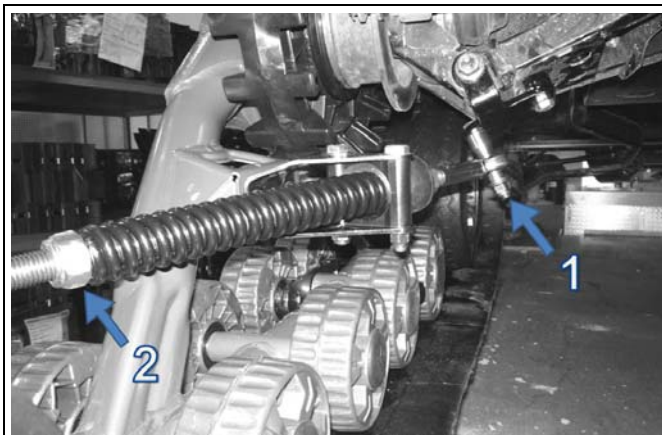

Abbildung 10
- Stabilisierungsstange (1) am Verdrehsicherungsbügel, der am Dreieckslenker der Radaufhängung montiert ist, anbringen. (Siehe Abbildung 10).
- Mutter (2), die die Feder der Stabilisierungsstange zusammendrückt, lösen. Die Mutter sollte keinen Druck mehr auf die Feder ausüben (siehe Abbildung 10).